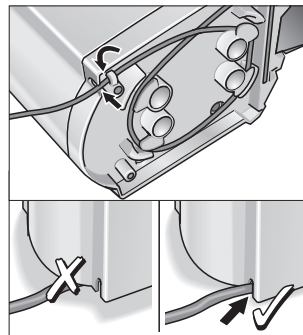

Fig. 3: Amplasarea stației
- Restul de cablu de rețea se va atârna pe cârligele de cablu; urmăriți ca acesta să fie trecut prin orificiul practicat în carcasă (fig. 3).